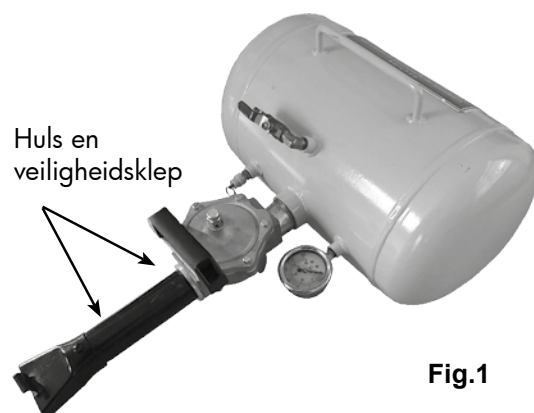

Fig.1
1. Schroef de borgring in de huls en draai deze vast in de veiligheidsklep (fig. 2.C), zoals getoond in fig. 1.